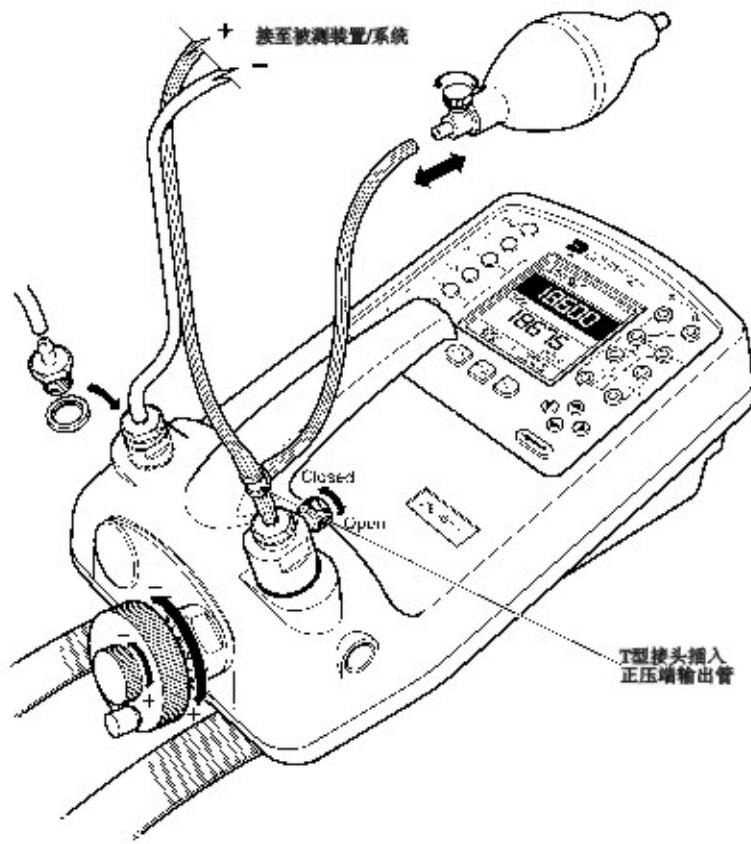

图 B3-DPI 610/615 LP 手泵连接
- 如图 B3 所示，将合适的密封连接件装在正压端(+)和负压端(-) 保证密封连接紧密
注意：如要施加负向差压，则将 T 型接头（参照图 B3）连接到负压端，用手泵把正压施加在负压端上。